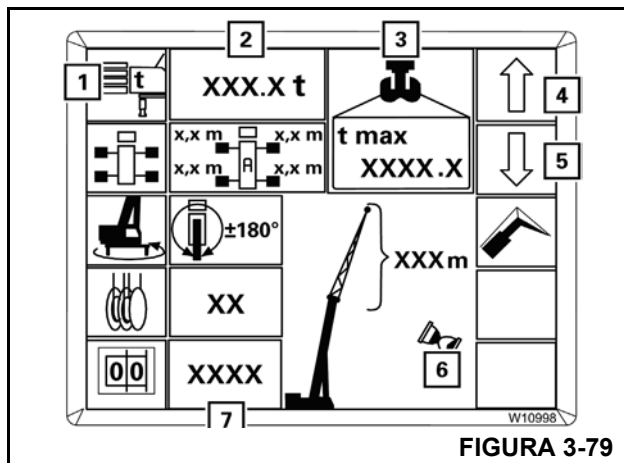

FIGURA 3-79
O exemplo a seguir mostra a seleção de valores do contrapeso, símbolo (1) (Figura 3-79) verde.